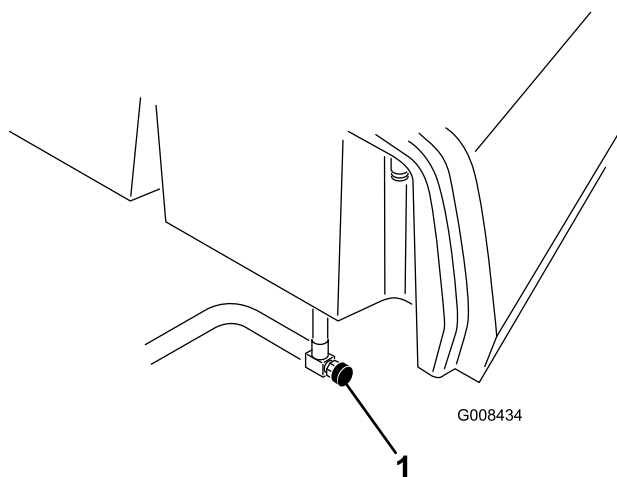

Figura 36
1. Feche a válvula de bloqueio do combustível (Figura 36) por baixo do depósito de combustível.